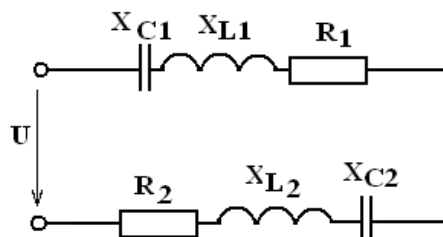

Рис.8.21
2. Напряжение на зажимах цепи, вариант которой соответствует последней цифре учебного шифра студента и изображенной на рис. 8.21, изменяется по закону $u = U_m \sin \omega t$. Амплитудное значение напряжения U_m , значения активных сопротивлений R_1 и R_2 , индуктивностей катушек L_1 и L_2 , емкостей конденсаторов C_1 и C_2 приведены в табл. 8.3. Частота питающего напряжения $f = 50 \text{ Гц}$.